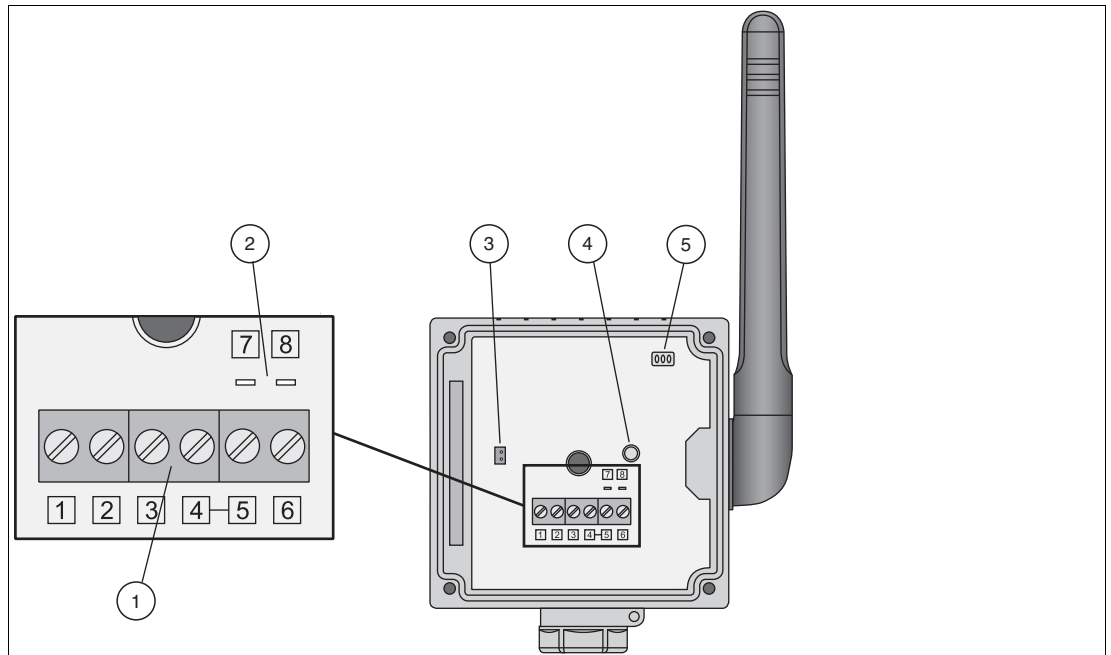

Abbildung 2.1 Anschlüsse und Schnittstellen des WirelessHART-Adapters
1. Schließen Sie ein Konfigurationswerkzeug (beispielsweise PACTware) über ein HART-Modem sowie die Pins 7 und 8 (siehe Abbildung 2.1) an den Adapter an.